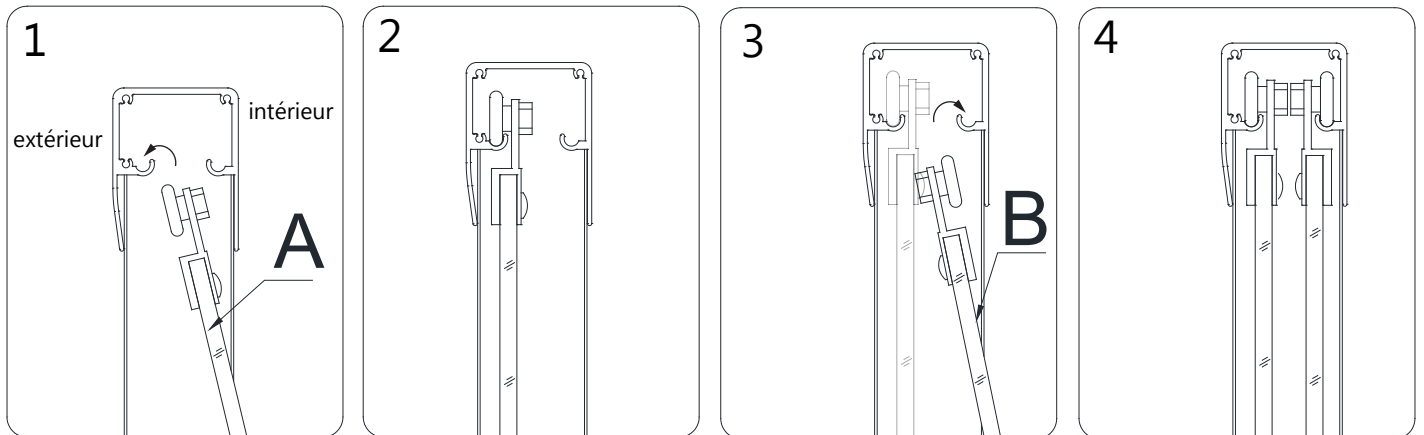
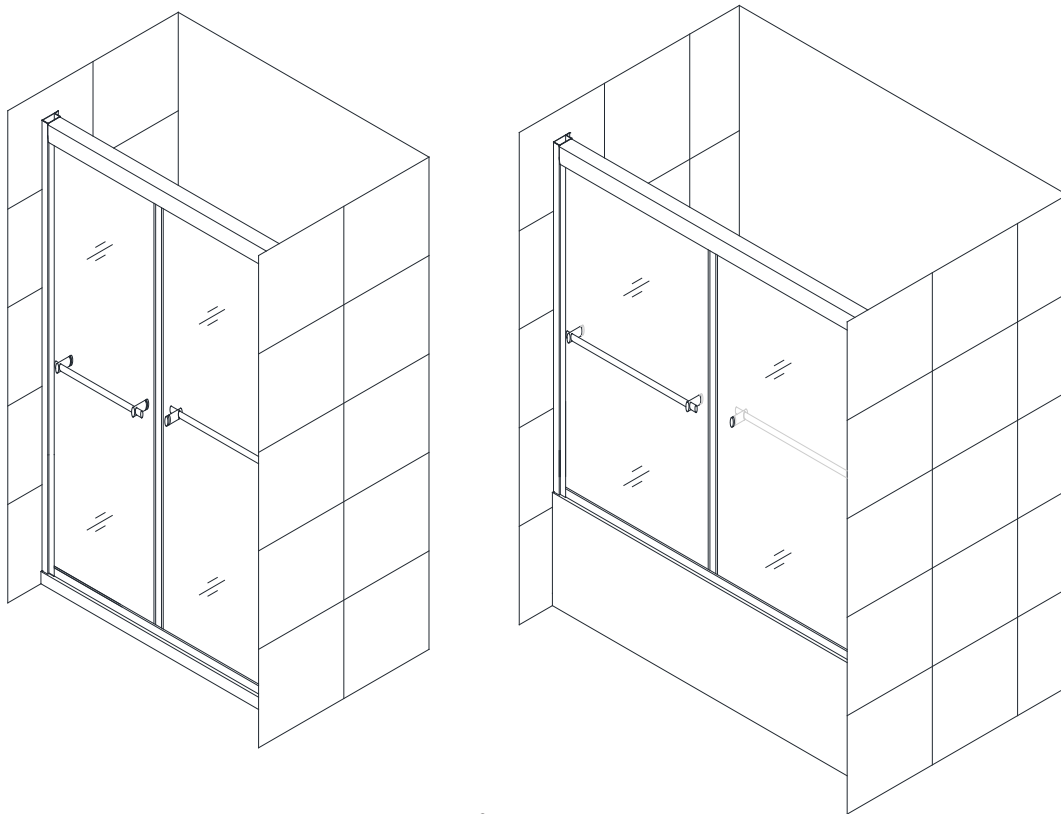

Fig 13
Fig 14
9. À partir de l'intérieur de la douche, installez la **Porte Vitrée** extérieure **(A) (N° 05)**, comme l'illustrent les Fig. 13.1 et 13.2. Installez ensuite la **Porte Vitrée** intérieure **(B) (N° 05)** en vous assurant que les roulettes sont alignées dans le **Rail du Haut (N° 01)** tel qu'illustré. Consultez les Fig. 13 et Fig. 14 pour plus de détails.